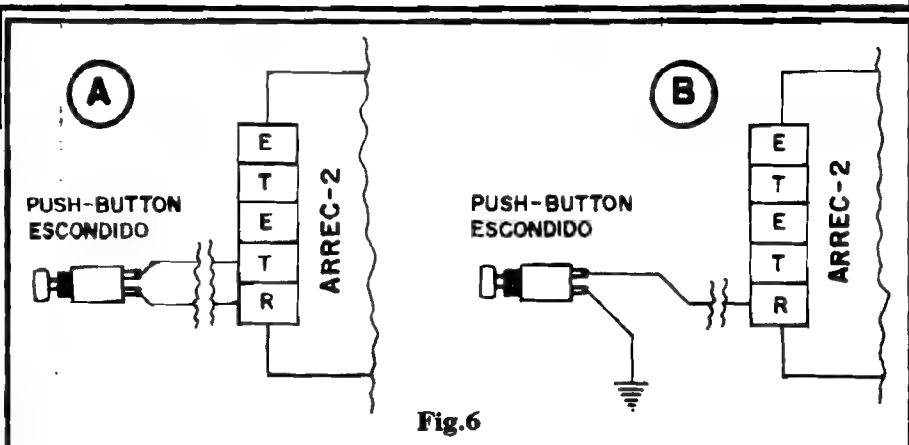

Fig.6
**- FIG. 6 - INSTALAÇÃO DO BOTÃO DE "REARMAR"** - O push-button de "reatar" ou desativar o ARREC-II pode ser ligado de uma das formas mostradas... Se o local escolhido para "enrustir" o dito push-button não permitir fácil acesso elétrico, próximo, à "massa" do carro, convém usar o método 6-A, com um par de fios (cabinho isolado paralelo, fino), aos pontos "T-R" do ARREC-II. Já se a posição escolhida para esconder o botão permitir uma ligação à "massa" (chassis ou negativo do sistema elétrico do veículo...), pode ser "economizado"